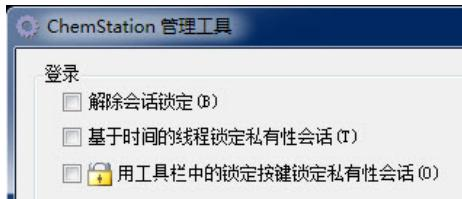

图 4 ChemStation 管理工具
- **基于时间的**：根据在 OpenLab 控制面板中的配置，当没有任何用户交互的时间达到给定时间后，ChemStation 会自动锁定（请参见**安全策略**下面的**不活动超时**）。关于 OpenLab 控制面板中的设置的更多信息，请见《Agilent OpenLab CDS ChemStation Edition 配置指南》(CDS\_CS\_configure.pdf))。可配置基于时间的会话锁定，使其以私有方式或非私有方式锁定 ChemStation 会话（请参见第 19 页的图 4）。